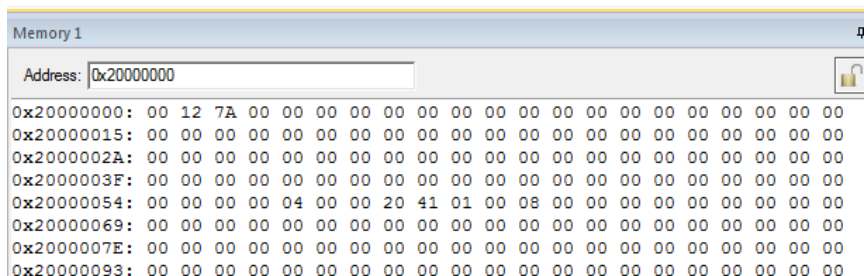

Рисунок 1.23. Окно просмотра оперативной и flash памяти
5. Окно просмотра оперативной и flash памяти (MemoryWindows), вызывается нажатием кнопки . В этом окне можно просматривать участок памяти с начальным адресом, указанным в поле Address (Рисунок 1.23).